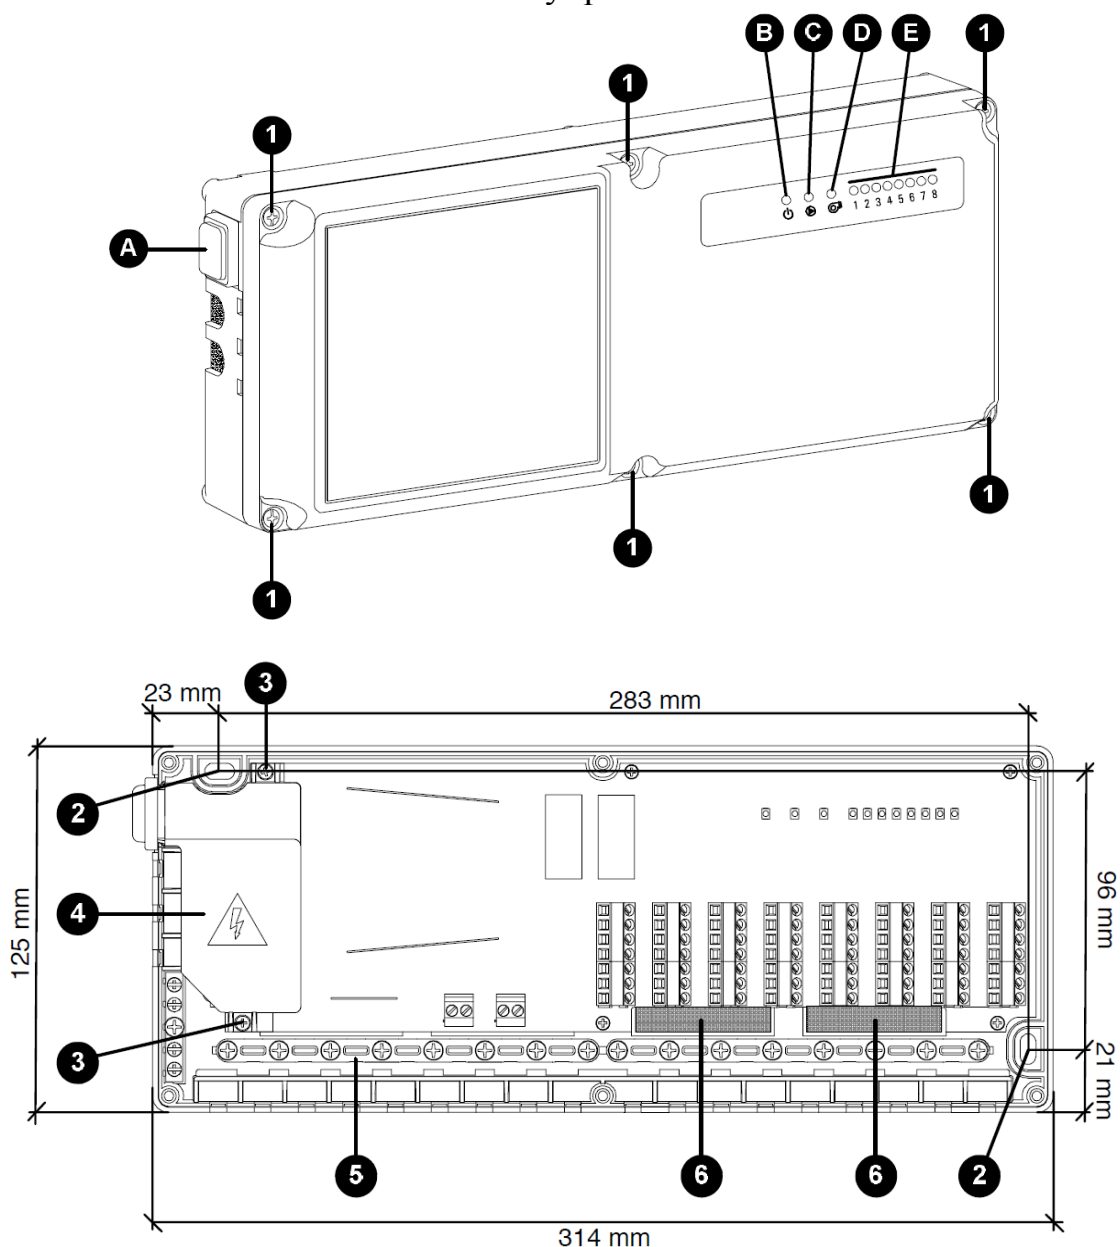

Рис. 1. Внешний и внутренний вид и составные части арт. 88.10.433
Зеленый светодиод: электропитание «Ф» (Ⓔ на рис. 1).
Красный светодиод: выход циркуляционного насоса подключен «D» (Ⓒ на рис. 1).
Красный светодиод: включение выхода котла «G» (Ⓓ на рис. 1).
Светодиоды состояния сервоприводов с 1 по 8 (Ⓔ на рис. 1).
Переключатель с подсветкой ON/OFF (ВКЛ/ВЫКЛ) (A на рис. 1).
Выключатель с подсветкой в левой торцевой части блока управления полностью отключает электропитание от блока управления, кроме деталей под пластиковой крышкой, позиция 4 на рис. 1. Это дает возможность получить доступ к термостатам и сервоприводам при тестировании и обнаружении неисправностей во время монтажа.
1. Открутите 6 винтов, отмеченных цифрой ❶ на рис. 1, затем снимите переднюю пластиковую крышку.
2. Закрепите основание устройства на стене, используя два резьбовых отверстия, отмеченные цифрой ❷ на рис. 1.
3. Открутите 2 винта, отмеченных цифрой ❸ на рис. 1, затем снимите пластиковую крышку отмеченных цифрой ❹ на рис. 1.
С помощью отвертки удалите пластиковые заглушки с основания, см. пункт ❻ на рис. 1. Затем кабели могут быть протянуты через задний щиток к клеммовым соединениям.